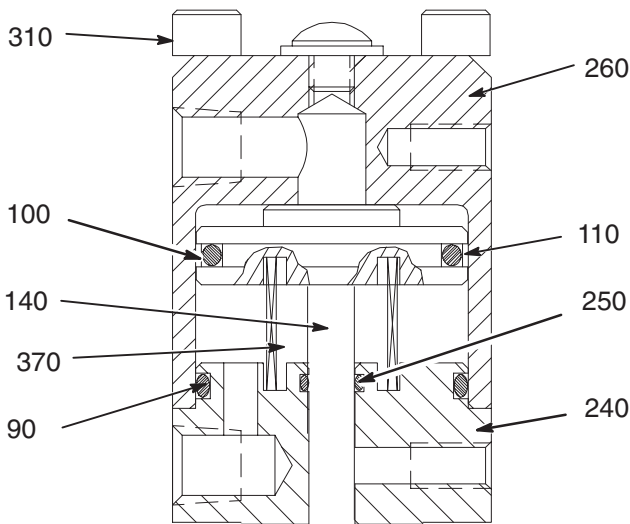
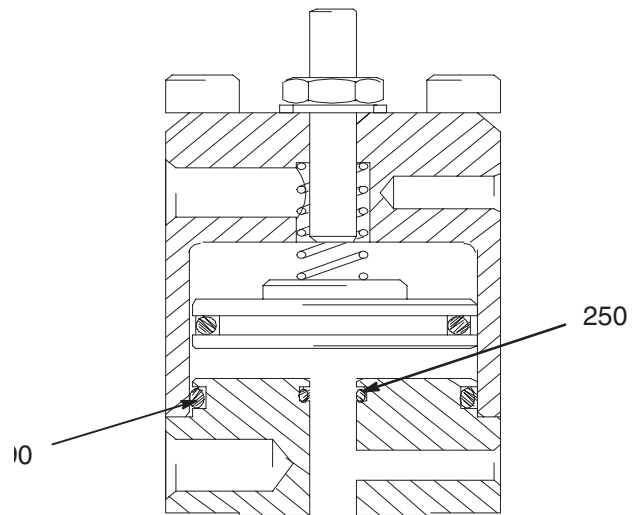

Abb. 10 **Abbildung: Snuff-Back Ventil**
Abb. 11 **Ventile mit Gehäusedichtung**
4. Kappe und Gehäuse zusammenbauen (Abb. 10):
- a. Fetten Sie den O-Ring (100) und den Ring (110) ein.
- b. Legen Sie den O-Ring (100) in die Rille der Kolbennadel (140).
- c. Schieben Sie den Ring (110) über den O-Ring (100).
- d. Fetten Sie die O-Ringe (90) und (250) ein und legen Sie sie dann ein. Legen Sie danach bei den Modellen mit Gehäusedichtung die Feder ein (Abb. 11).
- e. Legen Sie die Nadelgruppe in die Zylinderkappe ein (260).
- f. Geben Sie die Feder (370) über den Schaft der Nadel-/Kolbengruppe. Lassen Sie die Feder bei den Snuff-Back-Modellen in die Rille der Kolbenfläche einrasten (Abb. 10).
- g. Schieben Sie das Zylindergehäuse (240) über die Nadel in die Zylinderkappe (260). Lassen Sie die Feder (370) in die Rille am Zylindergehäuse einrasten.